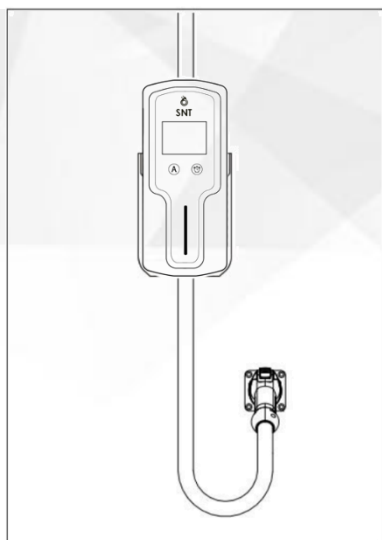

Fig.4
5. Reportez-vous à la figure 4 pour remettre les objets dans leur position d'origine ou pour ranger le chargeur mobile dans la sacoche de l'appareil.